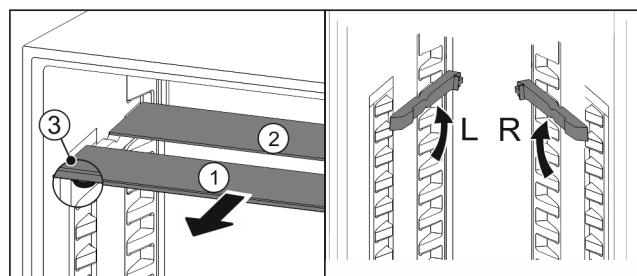

Fig. 104
- Steklene plošče posamično izvlecite Fig. 104 (1) naprej.
- ▶ Steklena plošča Fig. 104 (1) z okrasno letvijo je spredaj.
- ▶ Zaustavljalniki Fig. 104 (3) so obrnjeni navzdol.